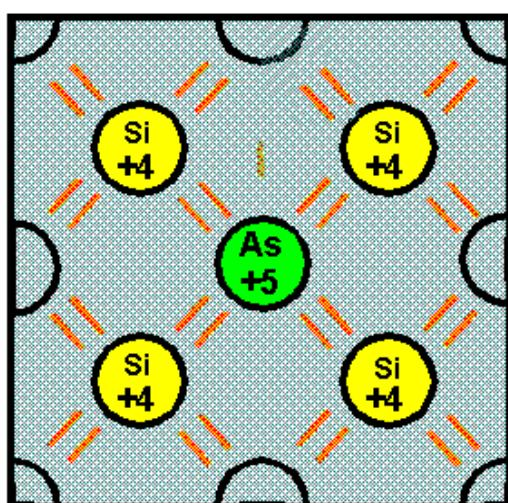
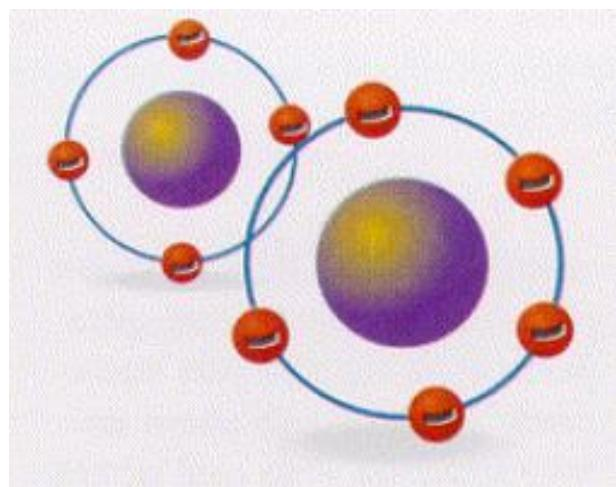

Figura 1.4 – Estrutura de silício com dopagem.
Figura 1.5 – Material tipo N.
Outra forma de aumentar a condutibilidade do material semicondutor é introduzindo impurezas em sua estrutura química, tornando então, um semicondutor contaminado (também chamado de dopagem). Essas impurezas, são inseridas de forma uniforme pelo material e em quantidade controlada (um para um milhão, por exemplo) esse semicondutor apresentará novas características. A Figura 1.4, demonstra como um outro elemento se encaixa na estrutura de silício.
Por exemplo, se for utilizado o arsênio, conforme a Figura 1.4, como impureza, e com ele contaminarmos o silício, haverá então, no silício alguns átomos de arsênio espalhados pelo silício.
Como o arsênio é pentavalente, ou seja, tem cinco elétrons livre na camada de valência, tende a estabelecer cinco ligações com átomos vizinhos. Mas apenas quatro de seus elétrons são compartilhados com os átomos de silício, o quinto elétron ficará livre pelo material servindo, de transportador de carga negativa, notar que na Figura 1.4, há um elétrons livre. Preparado dessa forma o semicondutor é denominado de tipo n (negativo) e os átomos dos materiais que fornecem os elétrons de condução, no caso o arsênio, são denominados de elétrons doadores. Na Figura 1.5, pode-se notar ao fundo o átomo de silício com quatro (4) elétrons na camada de valência e mais a frente o átomo de arsênio com cinco (5) elétrons na camada de valência.